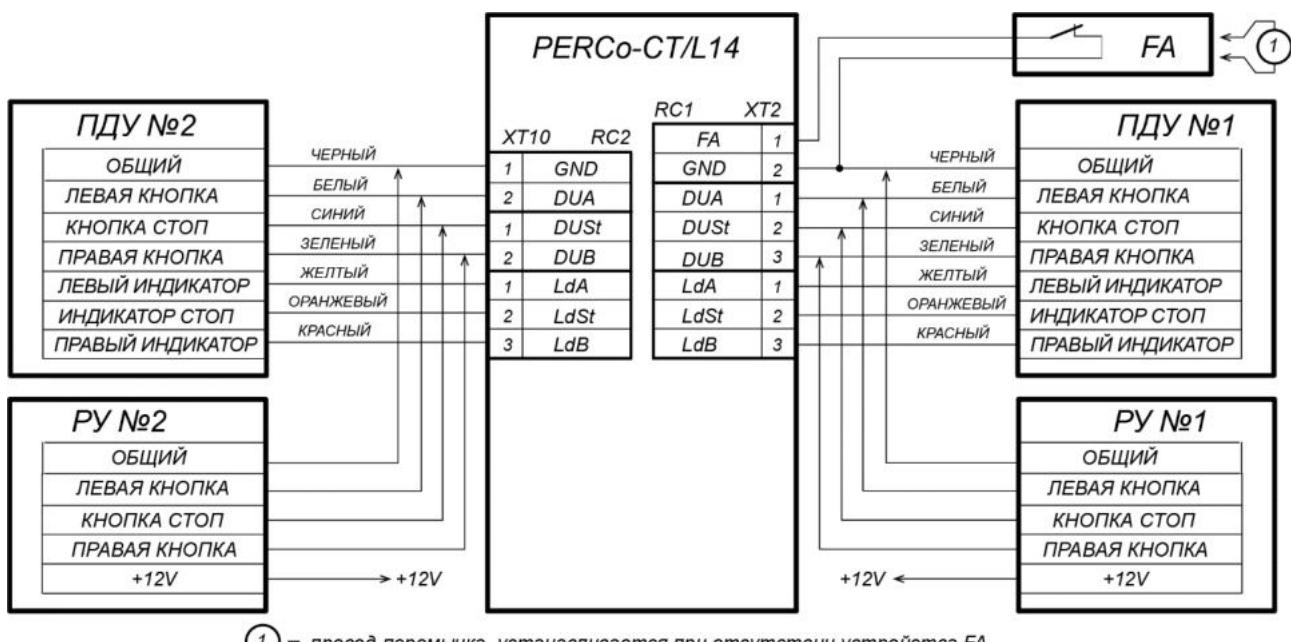

Рисунок 10. Схема подключения ПДУ или устройства РУ для вариантов конфигурации «Контроллер для управления турникетом» и «Контроллер АТП»
- ПДУ №1 (или устройство РУ) подключается к клеммной колодке **XT2** нижней платы контроллера согласно схеме, представленной на рис. 10.
- ПДУ №2 (или устройство РУ) подключается к клеммной колодке **XT10** нижней платы контроллера согласно схеме, представленной на рис. 10.
Подключение ПДУ1 осуществляется к контактам клеммной колодки **XT2**, подключение ПДУ2 осуществляется к контактам клеммной колодки **XT10** (см. рис. 10).